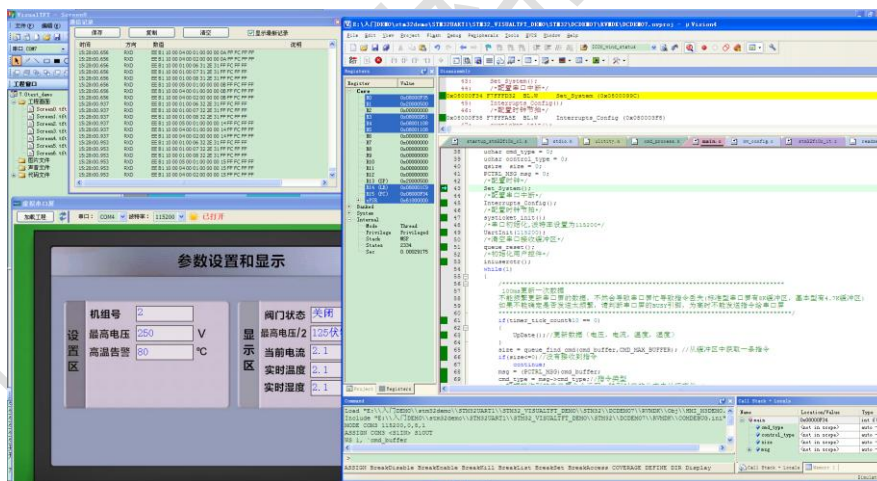

图 1.18 查看程序执行结果
4. 开始调试运行。点击 **Debug** 调试，进入调试界面，然后点击全速运行，如图 1.18 所示。此时点击虚拟串口屏，进入文本界面，可以看到文本数据在不断变化。打开通信记录，可以监控到主机发出的所有数据，非常方便后期程序分析和调试，如图 1.18 所示。